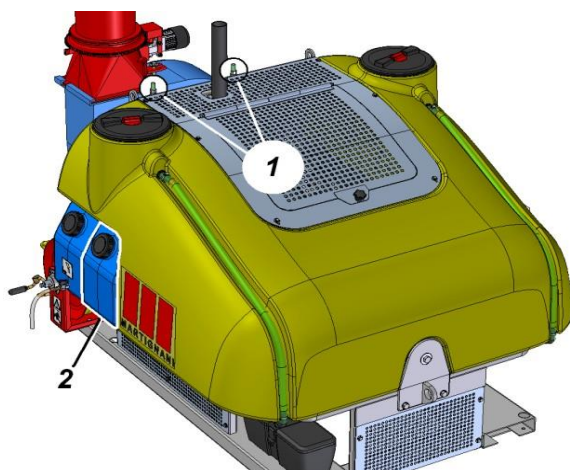

Abb. 38
- 1 - Nach den ersten 5/10 Betriebsstunden sorgfältig die Spannung der Riemen prüfen, die im Neuzustand sehr schnell einlaufen. Bei Bedarf sind sie mit den beiden Riemenspannern (**Abb. 38 - Pos. 1**) zu **spannen**, nachdem man die vier Schrauben zur Befestigung des Gebläseflansches am Gestell gelockert hat.
- 3 - Zum Ausspülen des Kreislaufs des Sprühgeräts am Ende jedes Arbeitstages den 25-Liter-Tank benutzen, der sich seitlich befindet (**Abb. 38 - Pos. 2**) wie im **Kapitel 5** angegeben.